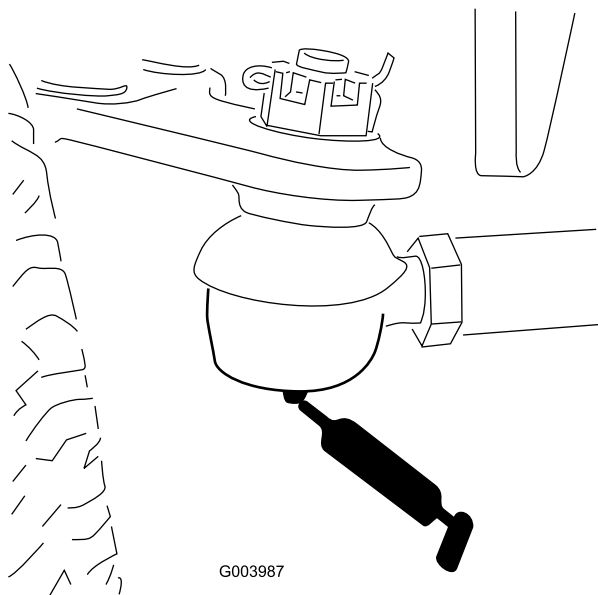

Figura 33
- Tirante del ponte posteriore (2) (Figura 33)